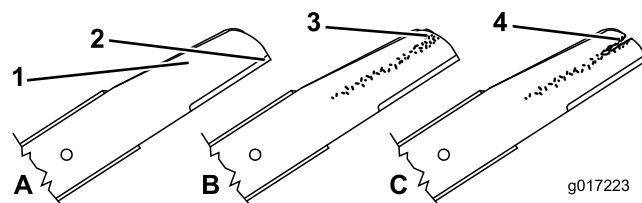

Figure 41
1. Examinez le tranchant des lames (Figure 41). Si elles ne sont pas tranchantes ou si elles présentent des indentations, déposez et affûtez les lames, ou remplacez-les.
2. Inspectez les lames, surtout la partie relevée (Figure 41). Remplacez immédiatement toute lame endommagée, usée ou qui présente une entaille (Figure 41).